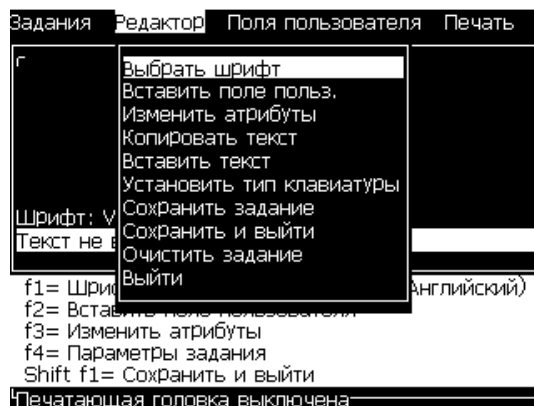

Рисунок 5-48: Меню “Editor” (редактор)
- 1 Нажмите кнопку “Alt” + E или нажмите кнопку “F1”. Появится меню “Editor” (редактор) (смотрите Рисунок 5-48).